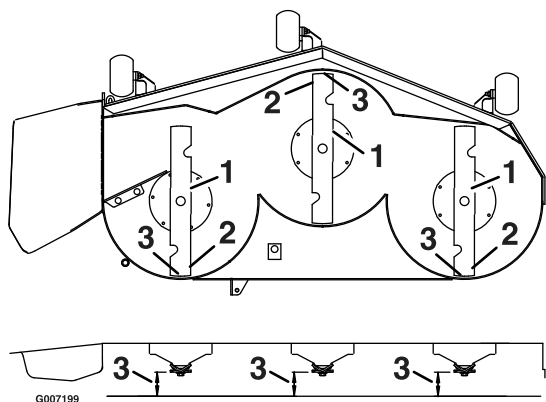

Figura 52
8. Gire cuidadosamente las cuchillas colocándolas en el sentido de avance de la máquina (Figura 52).
9. Mida entre la punta de la cuchilla delantera y la superficie plana y entre la punta de la cuchilla trasera y la superficie plana (Figura 52). Si la punta de la cuchilla delantera no está entre 1,6 y 7,9 mm más baja que la punta de la cuchilla trasera, ajuste la barra de soporte delantera.